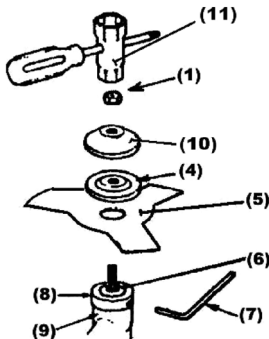

Рис. 6
### 5.4. Установка дискового ножа (рис.6)
1. Установите на выходной вал редуктора (2) внутренний, а затем прижимной фланец (см. рис.6).
2. Зафиксируйте вал от проворота с помощью ключа (11) (см. рис.6), закрутите кассету с леской (3) против часовой стрелки до упора.